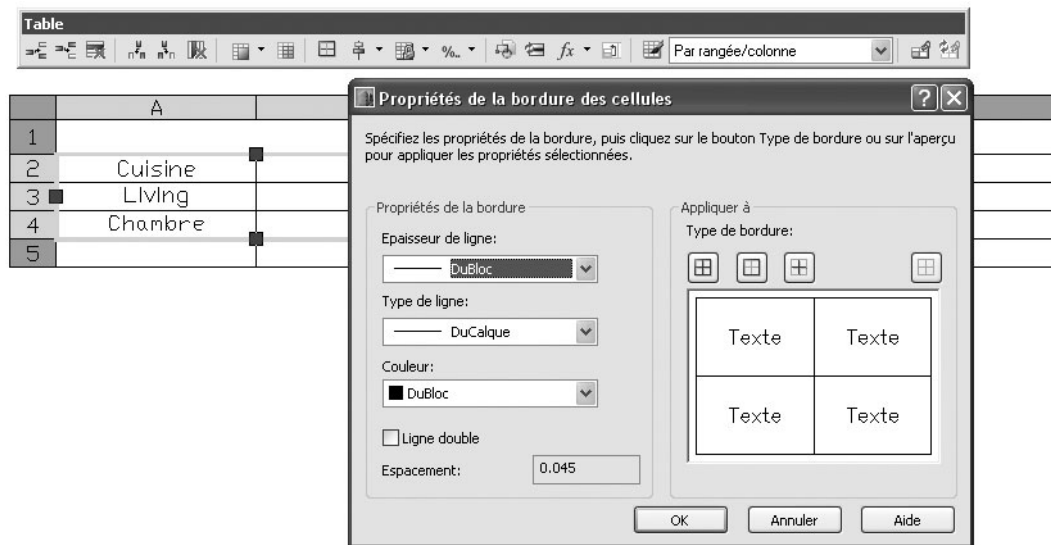

Fig.12.25
- 3 Dans la boîte de dialogue **Propriétés de la bordure des cellules** (Cell Border Properties), sélectionnez une épaisseur de ligne, un type de ligne et une couleur. Pour spécifier une bordure à ligne double, sélectionner Double-ligne. Utiliser la commande **DUBLOC** pour définir les propriétés de bordure, afin qu'elles correspondent aux paramètres de style appliqué au tableau (fig.12.25).